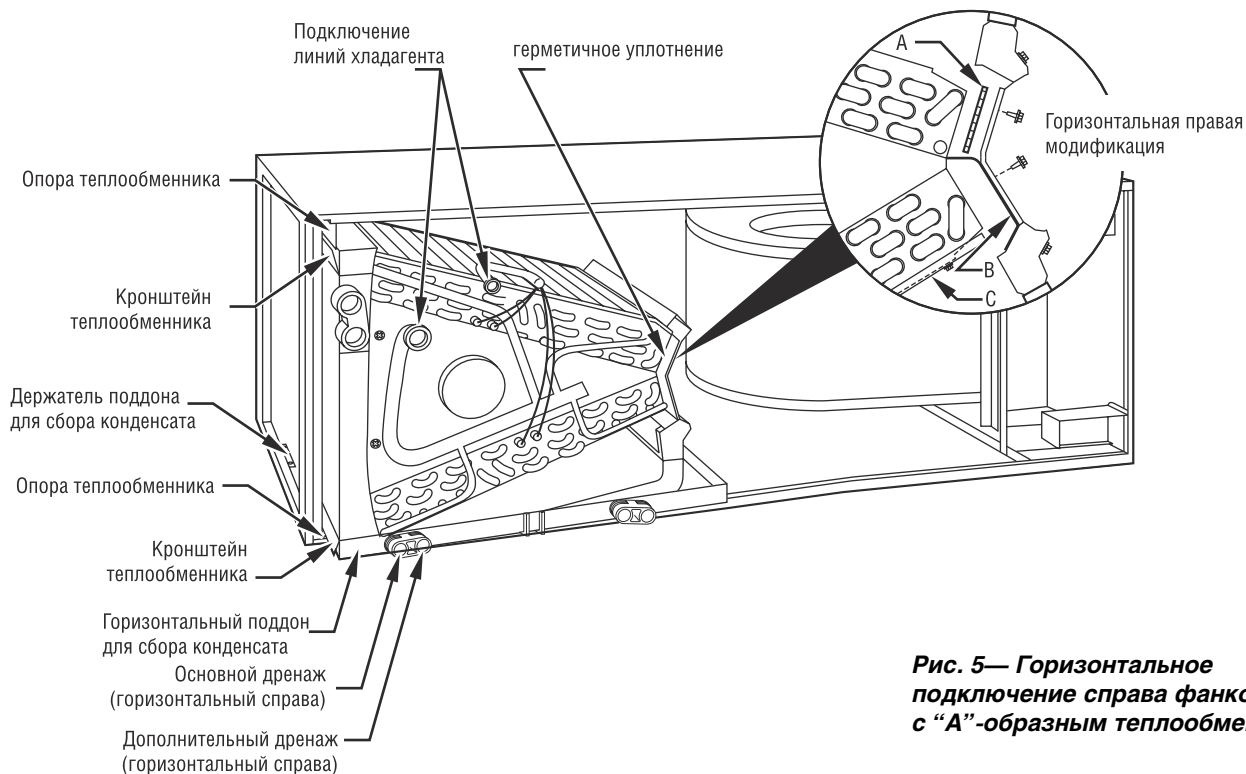

Рис. 5— Горизонтальное подключение справа фанкойла с “А”-образным теплообменником
1. Снимите панели доступа к вентилятору и теплообменнику (см. рис. 5.)
- a. выньте воздухонепроницаемую секцию из теплообменника, отвинтив 4 винта (см. рис. 5.)
- b. выньте рассекаватель воздушного потока (В) из воздухонепроницаемой секции, отвинтив 3 винта (см. рис. 5— положение вставки, установленное на заводе)
- d. вставьте фильтровальную пластину (А) как показано на увеличенном фрагменте рис. 5.